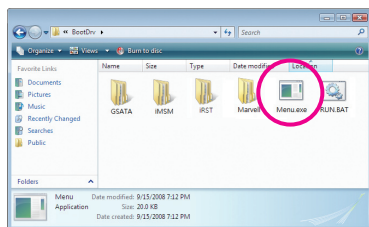
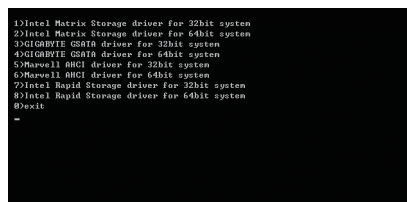

図 3
図 4
- 2: 光学ドライブフォルダから、**BootDrv** フォルダの **Menu.exe** ファイルをダブルクリックします (図 3)。図 4 のようなコマンドプロンプトウィンドウが開きます。
- 3: 空のフォーマット済みディスクを挿入します。メニューから対応する文字を押すことでコントローラドライバを選択し、<Enter> を押します。例えば、図 4 でメニューから、